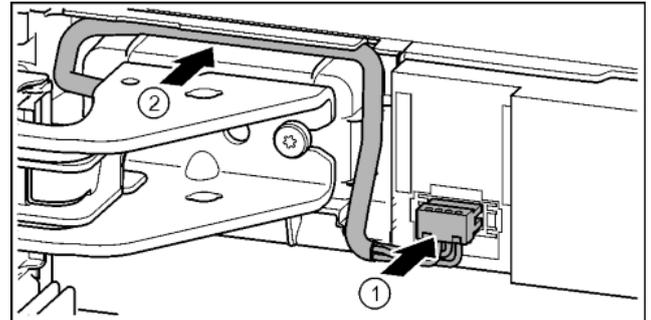

Fig. 40
- ▶ Innestare la spina sul blocco di supporto superiore e facendo attenzione posare i fili del cavo nel canale. *Fig. 40 (1)*
- ▶ Posare con attenzione il cavo grigio nella guida sopra il blocco di supporto superiore. *Fig. 40 (2)*